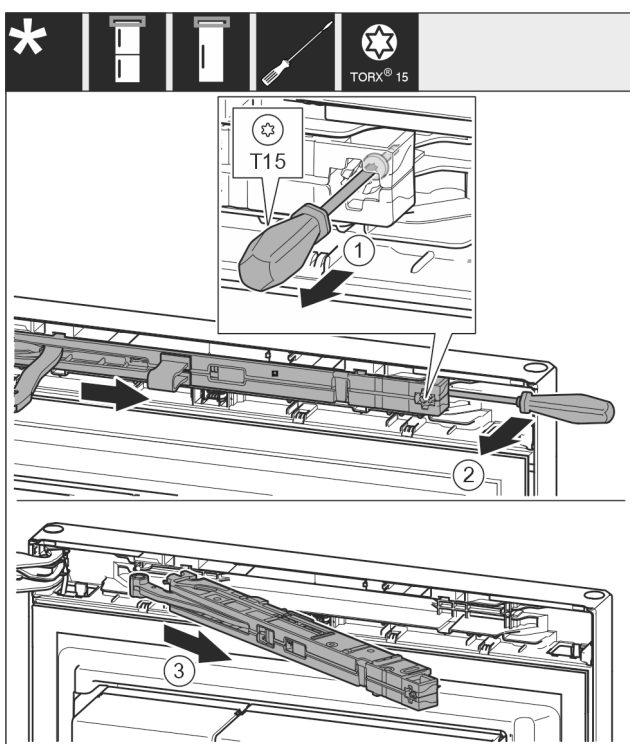

Fig. 15
- ▶ Schroef Fig. 15 (1) op sluitdemperunit met een schroevendraaier 14 mm losdraaien.
- ▶ Hef de sluitdemperunit Fig. 15 (2) aan de greepzijde naar voren met een schroevendraaier.
- ▶ Sluitdemperunit Fig. 15 (3) uittrekken.